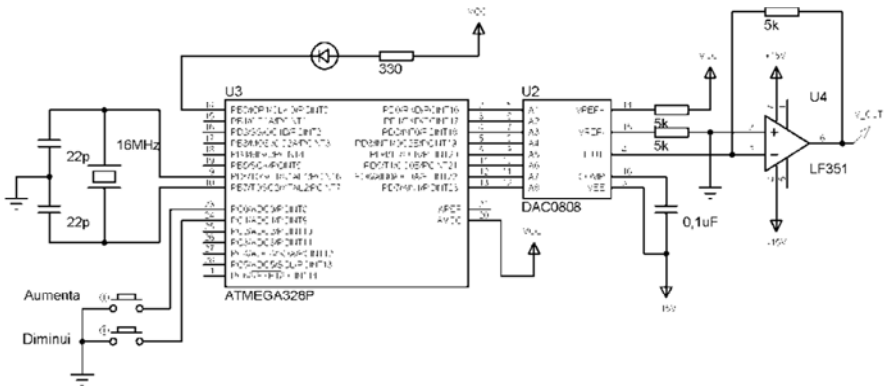

Fig. 13.3 – Circuito para gerar um sinal senoidal.
13.1 – Elaborar um programa para gerar uma onda senoidal de acordo com o circuito da fig. 13.3. A frequência do sinal pode ser alterada por dois botões.